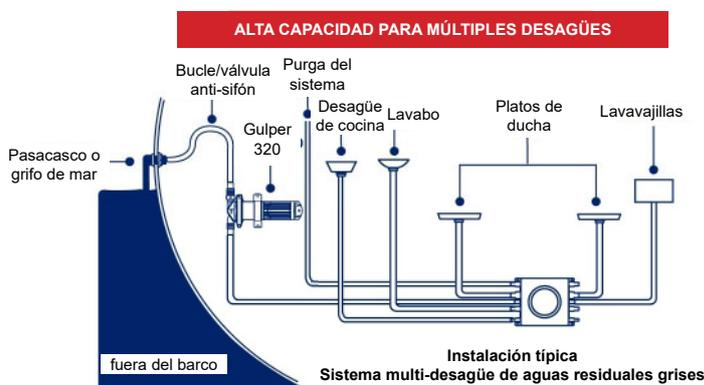

Figura 1 Instalación de un depósito de aguas residuales típico en un sistema multi-drenaje de aguas residuales grises
- Todas las tuberías **deberán** incluir un bucle/válvula anti-sifón correctamente instalados (Figura 1).
- El agua bombeada **deberá** ser evacuada a través de un pasacasco o grifo de mar **situado sobre la línea de flotación**. (Figura 1).
El depósito de aguas residuales grises está diseñado para ser utilizado con las aguas residuales grises en embarcaciones recreativas. La instalación típica se muestra en la Figura 1. Para las dimensiones del depósito, véase la Figura 2.